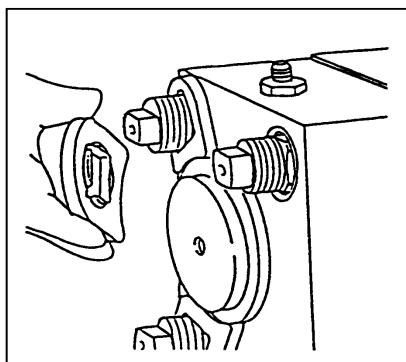

Fig.3
4. Verwijder de ringen. Zie Fig.3.